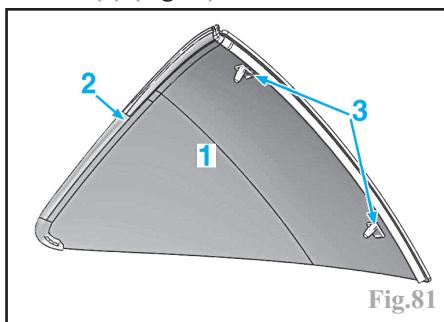

Fig.81
Si le joint (2), les pions d'indexages avant (3) ou la sérigraphie de la vitre sont endommagés lors de la dépose, remplacer la vitre (1) (Fig.81).